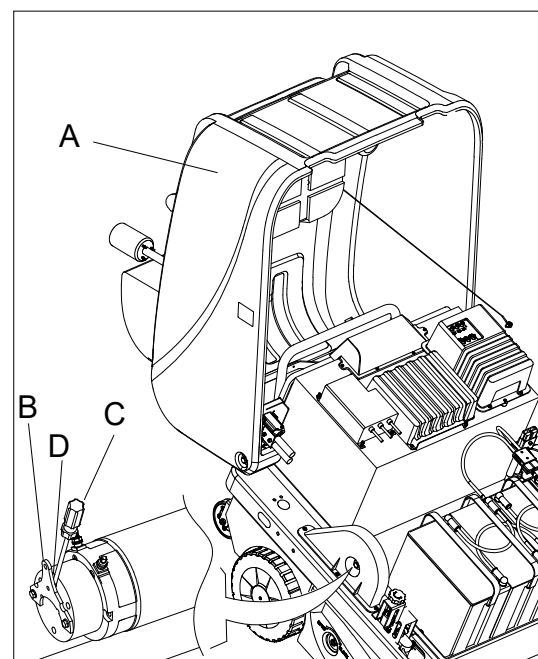

Figura 17
1. Abra la tapa (A, figura 17).
2. Tire de la manija del motor de tracción (B, Figura 17) hacia afuera.
3. Introduzca el destornillador (C, Figura 17) en la ranura (D, Figura 17). Gire la tapa hacia atrás, ahora la máquina puede ser empujada o remolcada.
4. Cuando la máquina se mueva al destino, saque el destornillador (C, Figura 17), ahora la máquina puede funcionar normalmente.